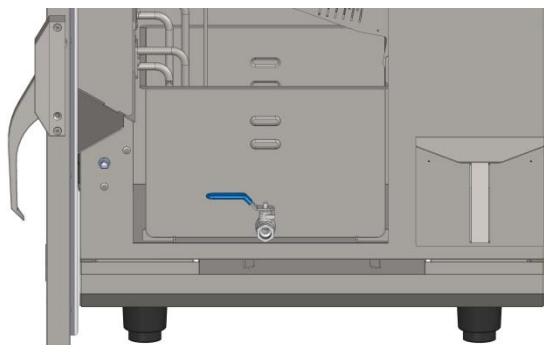

Fig. 4
- Posicione o recipiente de óleo na câmara de cocção (Fig. 4). Certifique-se de que a válvula de drenagem esteja fechada;